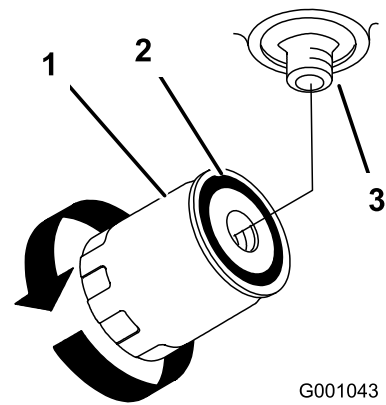

Figure 77
4. Déposez le filtre usagé et essuyez la surface du joint de l'adaptateur (Figure 77).
6. Posez le filtre de rechange sur l'adaptateur. Tournez le filtre dans le sens horaire jusqu'à ce que le joint rejoigne l'adaptateur, puis donnez 1/2 tour supplémentaire (Figure 77).